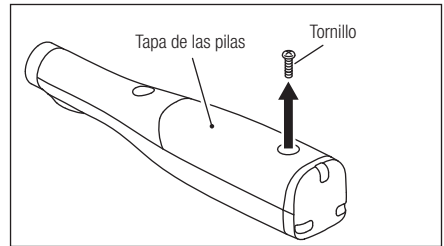

Fig. 14
- 3) Retire el tornillo que fija la tapa de las baterías con un destornillador Phillips.(Fig.14)